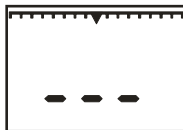

Рисунок 9.1
9.4 Включение газоанализатора осуществляется нажатием кнопки "ВКЛ". После включения газоанализатора должен быть слышен звук работающего микронасоса. При этом на цифровом индикаторе газоанализатора отображается надпись "- - - " и включается постоянный звуковой сигнал (рисунок 9.1). Кнопку "ВКЛ" необходимо удерживать до отключения постоянного звукового сигнала (приблизительно 3 секунды).